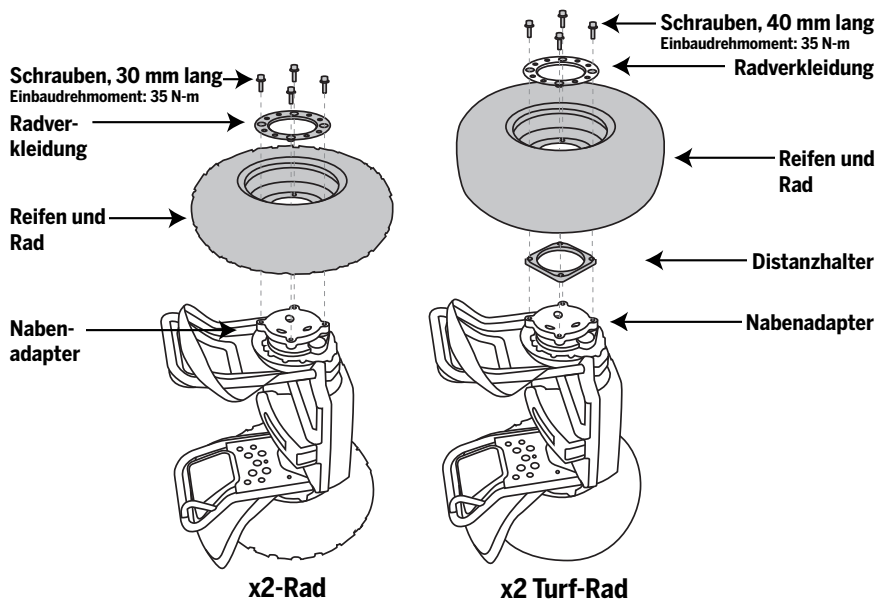

Abbildung 1. Reifen- und Radbaugruppe aus- oder einbauen
2. Ausbau der Reifen-/Radbaugruppe, der Radverkleidung und des Distanzhalters (nur x2 Turf): Kippen Sie den Segway PT auf die Seite. Das Rad, das entfernt werden soll, muss nach oben weisen. Das andere Rad muss auf einer sauberen, glatten Oberfläche ruhen. Siehe Abbildung 1.
3. Entfernen Sie die (4) Schrauben mit einem 8-mm-Inbusschlüssel. Halten Sie dabei das Rad fest; es darf sich nicht drehen. Heben Sie das Rad ab und entfernen Sie alle Verunreinigungen von den Montageflächen des Rads. Für x2 Turf: Heben Sie auch den Distanzhalter ab. Siehe Abbildung 1.
4. Wiedereinbau der Reifen-/Radbaugruppe und der Radverkleidung: Legen Sie das Rad mit nach außen zeigendem Ventilschaff über den Nabenadapter. Für x2 Turf: Legen Sie den Distanzhalter über den Nabenadapter und legen Sie dann das Rad über den Distanzhalter. Siehe Abbildung 1.
5. Legen Sie die Verkleidung über das Rad. Drehen Sie (4) 30 mm lange Schrauben (im Kit enthalten) durch die Verkleidung und das Rad in den Nabenadapter. Für x2 Turf: Drehen Sie (4) 40 mm lange Schrauben (im Kit enthalten) durch die Verkleidung, das Rad und das Distanzstück in den Nabenadapter.